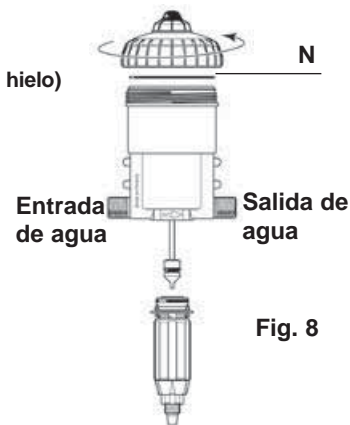

Fig. 8
- Proceder al remontaje después de haber limpiado previamente la junta de estanqueidad (Fig. 8-N).